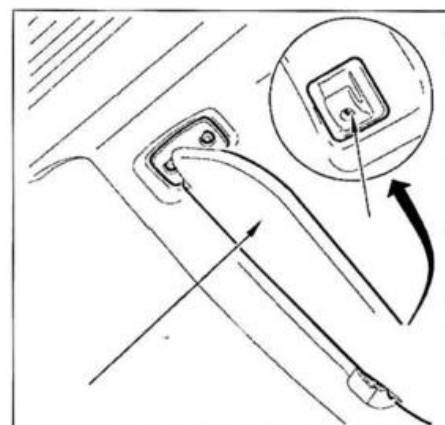

FIG. 72
- Desmontar los parasoles de ambos lados y sus soportes (fig. 72).